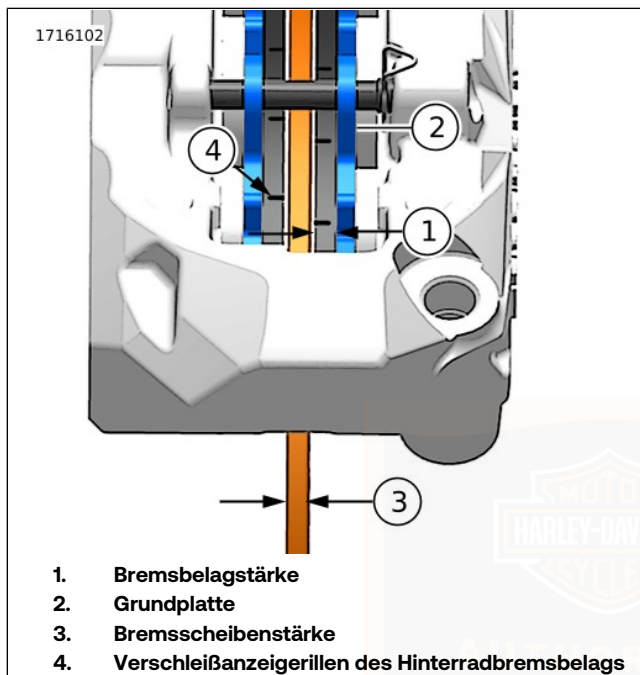

Abbildung 58. Bremsstärke (typisch)
2. Siehe Abbildung 58. Die Dicke des Reibbelagmaterials im Bremsbelag messen.